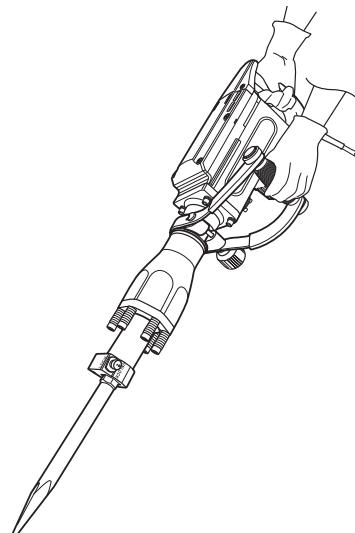

Fig. 5
- > Țineți produsul întotdeauna de mâneră. Țineți mânerele uscate pentru a asigura susținerea adecvată (Fig. 5).